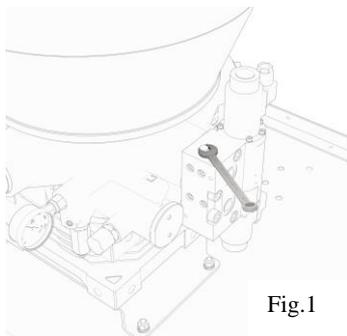

Fig.1
- Удостовериться, что внутри насоса отсутствует остаточное давление, проверив значение давления на манометре. При наличии давления в оборудовании ослабить указанные заглушки (рис. 1 и 2), чтобы сбросить давление. При этом возможен выход небольшого количества смазки. После сброса остаточного давления вновь завинтить заглушки.